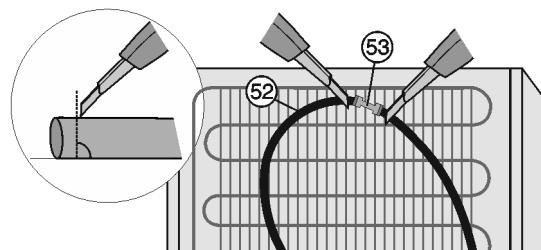

Fig. 23\*
► Corte el tubo flexible de agua Fig. 23 (52) en la parte trasera del aparato delante y detrás del empalme Fig. 23 (53) (90° respecto a la dirección del tubo).\*